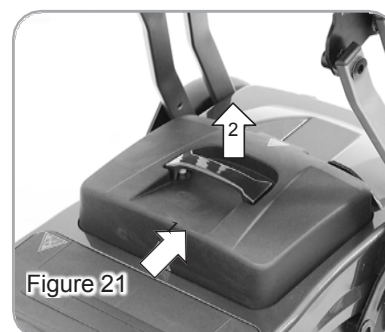

Figure 21
- Le bloc batterie est conçu pour une meilleure stabilité. Veuillez suivre les instructions pour démonter le bloc batterie (figure 21). Poussez la batterie vers l'arrière (1.) et tirez-la vers le haut (2.).